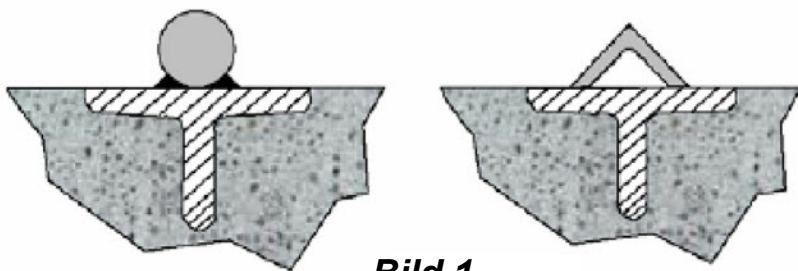
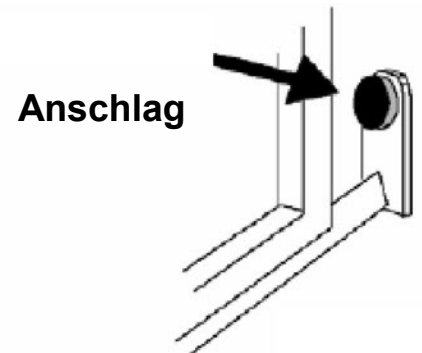
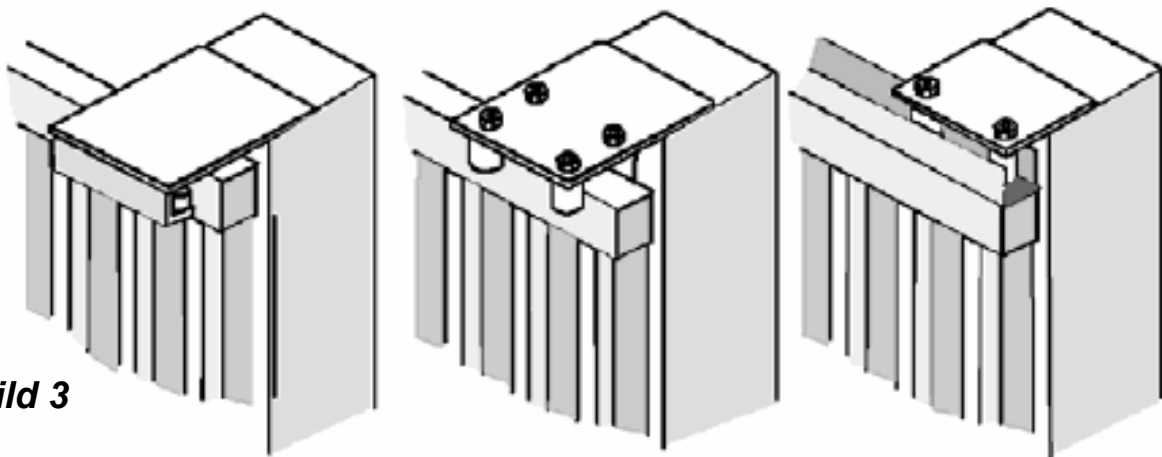

Bild 1
Bild 2
Bild 3
- Bevor Sie den Automatismus montieren, überprüfen Sie den völligen Lauf des Tors. Außerdem sollen Sie verifizieren, dass die Gleitschiene (**Siehe Bild 1**) keine Missbildung hat, ganz auf Bodenhöhe liegt und dass es den Öffnungsanschlag gibt (**Siehe Bild 2**), um einen Sprung des Tors aus den oberen Gleitschienen zu vermeiden (**Siehe Bild 3**.)
- Überprüfen Sie, dass die obere Gleitschiene (**Siehe Bild 3**) ganz fest ist und das Tor darauf mühelos läuft.
Die ausgestattete Gegenplatte (**Bild 1**) maximal **50 mm** weit entfernt vom Torrand und mit einem perfekten Winkel von 90 Grad legen.
Den Getriebemotor positionieren und ihn durch die ausgestatteten Schrauben und Unterlegscheiben **A** (**Bild 2**) befestigen
Die Zahnstange gut und **2 bis 3 mm** weit entfernt vom Treibrad des Motors (**Bild 3**) befestigen.